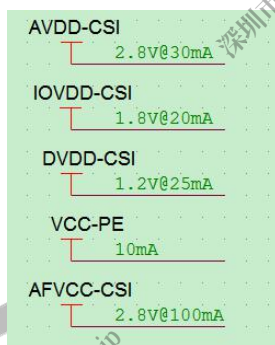

图 2-63 CAMERA 电源工作电压电流
- 需在原理图中标注清楚 CAMERA 电源的工作电压和最大工作电流，以便 PCB layout 设计，如图 2-63 所示：